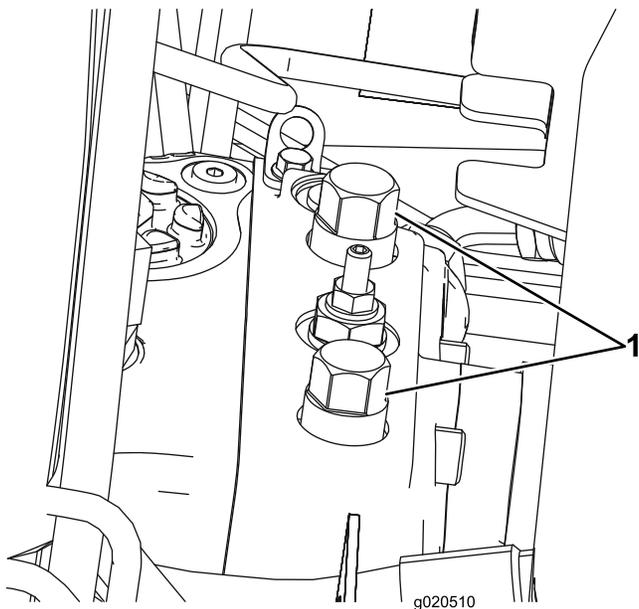

Figura 20
1. Aprite il cofano e individuate le valvole di bypass (Figura 20) sopra alla pompa, dietro alla cassetta della batteria/al vano portaoggetti.